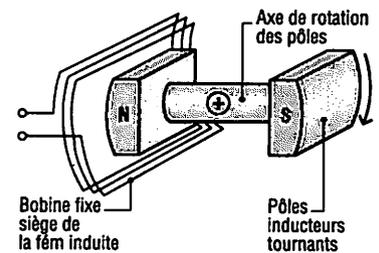

Fig. 22 : Principe de fonctionnement de l'alternateur.
a) Principe de fonctionnement (fig. 22)